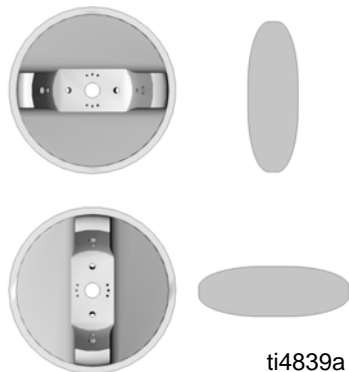

FIG. 2
1. Rode o espalhador para obter o padrão de pulverização desejado. Ver a FIG. 2